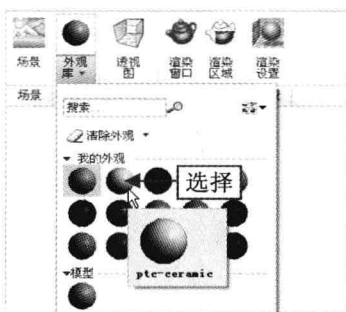

图 17-35 选择相应的材质球
Step 13 在“功能区”选项板中切换至“渲染”选项卡中，单击“外观”面板中“外观库”下拉按钮，弹出下滑面板，在“我的外观”选项区中选择“ptc-ceramic”材质球，如图 17-35 所示。